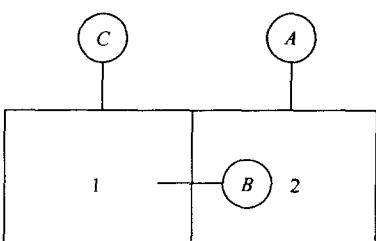

图 1-2 例 1-13 图
**【例 1-13】** 用刚性壁将容器分割成两部分，如图 1-2 所示。压力表 A 和 C 位于大气环境中，它们分别测量室 2 和室 1 的压力，压力表 B 位于室 2 中，测量室 1 的压力。
(1) 若  $p_B = 0.25\text{MPa}$ ,  $p_C = 0.32\text{MPa}$ , 大气压力为  $0.1\text{MPa}$ ，试计算压力表 A 的读数及室 1、室 2 的绝对压力。
(2) 若 A 为真空计，其读数为  $0.05\text{MPa}$ ，压力表 B 的读数为  $0.06\text{MPa}$ ，则压力表 C 的读数为多少？